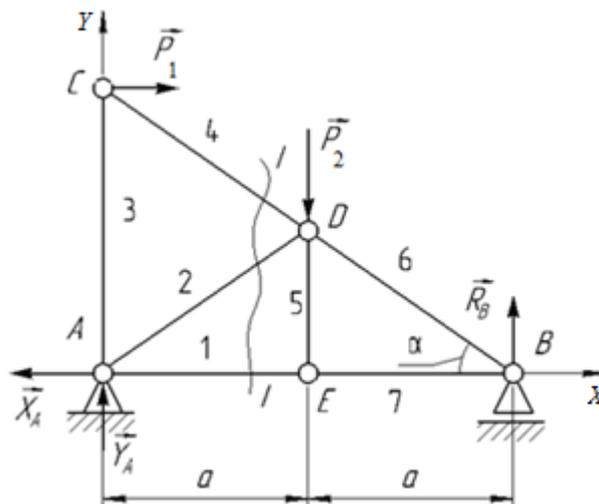

Рисунок 8 – Условие задачи 6
**Задача 6.** Определить опорные реакции и усилия в стержнях фермы, если  $P_1 = 20 \text{ Н}$ ,  $P_2 = 40 \text{ Н}$ ,  $\alpha = 30^\circ$ ,  $a = 4 \text{ м}$  (рисунок 8).